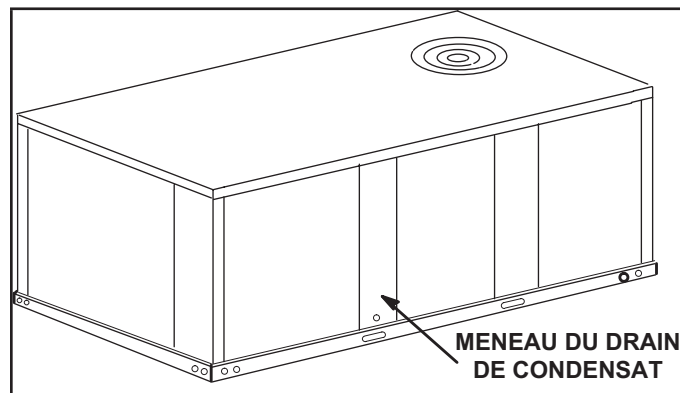

FIGURE 7
- 1 - Retirez le meneau de drainage du condensat. Reportez-vous à la FIGURE 7. Retirez les deux panneaux de chaque côté du meneau.
- 1 - Retirez le meneau de drainage du condensat. Reportez-vous à la FIGURE 7.